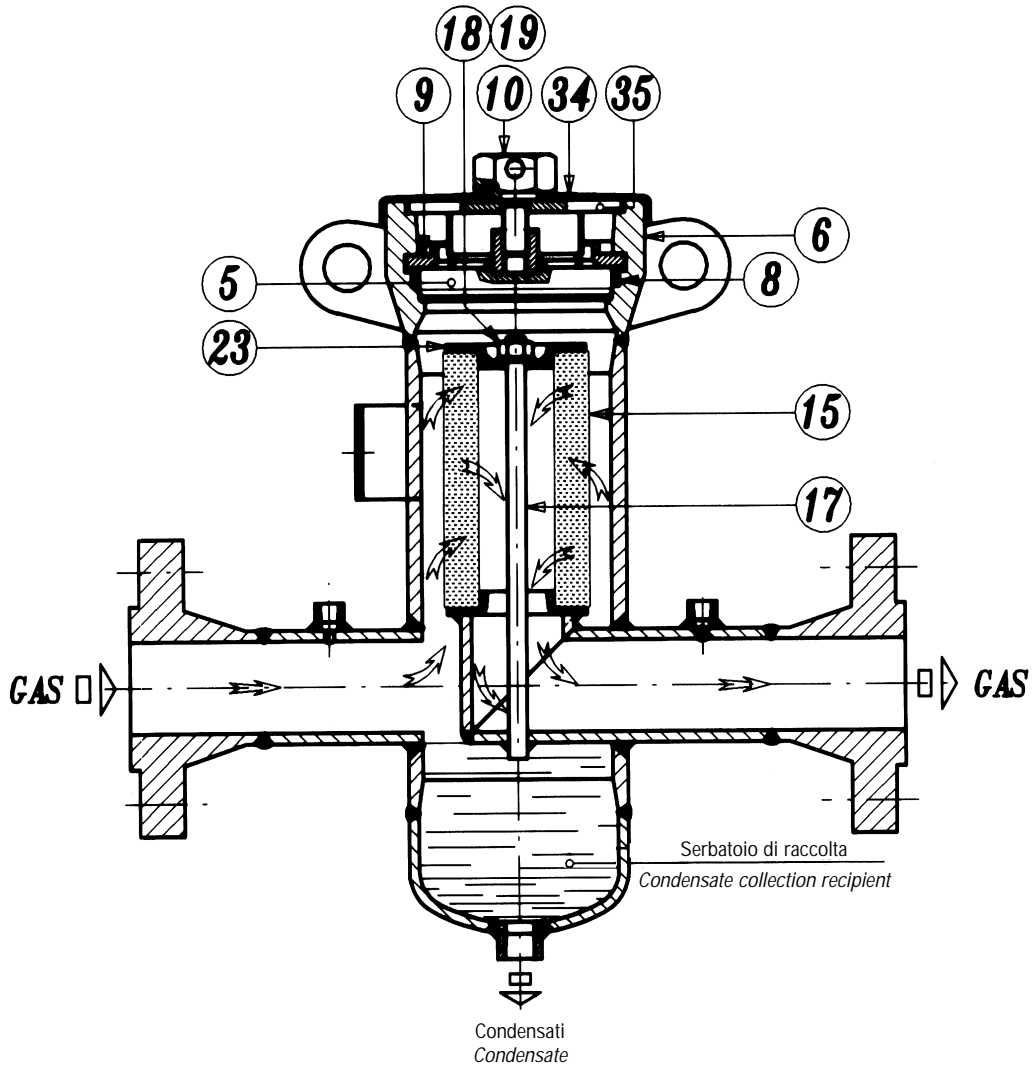

Fig. 3
1.3.1 CHIUSURA DELLA TESTATA RAPIDA (FIG.3)
1.3.1 FAST HEAD CLOSURE (FIG.3)